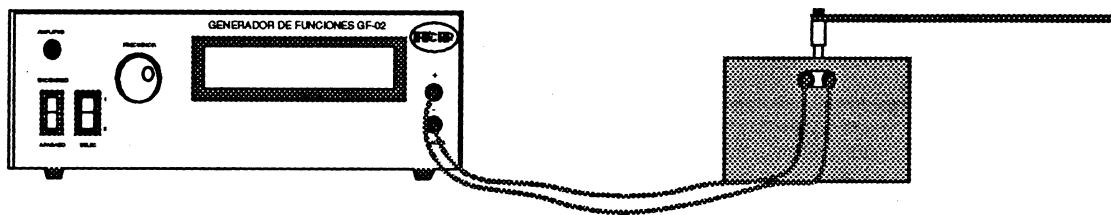

Figura 3.- Instalación del equipo.
- 1.- Instale el equipo como se indica en la figura 3. Asegure que el fleje recto de extremo libre esté bien sujeto al poste oscilador del Generador de Ondas Mecánicas.